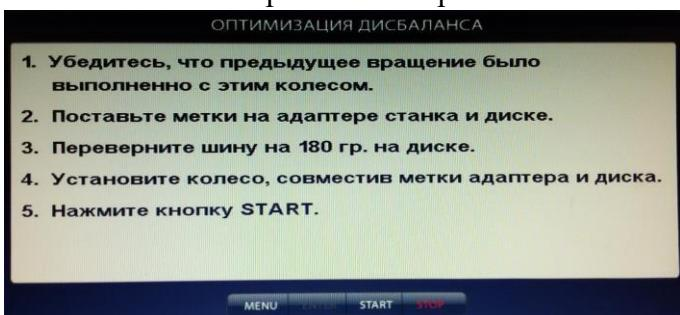
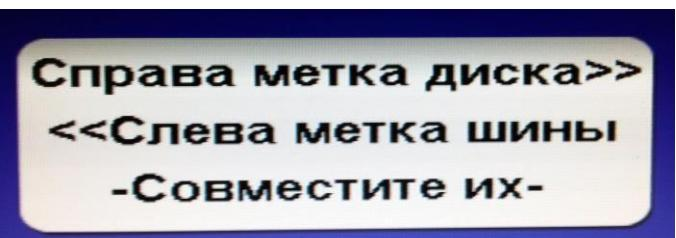

Рис. 16.2.
Рис. 16.3.
(рис.16.2). Далее выполните операции согласно указаниям в этом окне.
15.3. После выполнения п.5 в окне (рис.16.2) на экране монитора появится окно (рис.16.3), а на индикаторах 1 отобразится величина статического дисбаланса колеса, а на индикаторах 4 - величина дисбаланса колеса, которую
можно получить после завершения программы «Opt». Поставьте метки нашине и диске согласно указаниям в окне (рис.16.3).